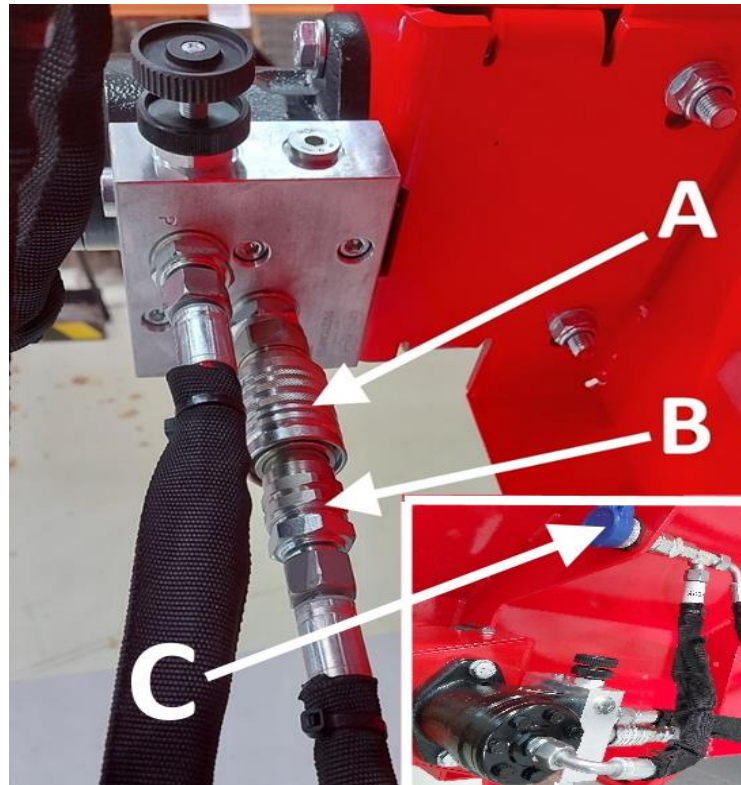

Abb. 2.
2. Lösen Sie den Hydraulikschlauch B aus Abbildung 2 von der Schnellkupplung A und montieren Sie anschließend den Druckschlauch des XL-Conveyors an die Schnellkupplung A (Abb. 2).
3. Verbinden Sie als nächstes den Hydraulikschlauch B (Abb. 2) mit dem Rücklaufschlauch des XL-Conveyors (Buchse der Schnellkupplung).
4. Verbinden Sie dann den sog. Überlaufschlauch des XL-Conveyors mit der Schnellkupplung C (Abb. 2).
5. Verbinden Sie die Schläuche des Motors der Förderer-Seitwärtsdrehung an die Schnellkupplungen D und E (Abb. 2 a).
1. Lösen Sie den Förderer vom Sägespaltautomat, indem Sie den Bolzen und den Splint (Abb. 2) entfernen.